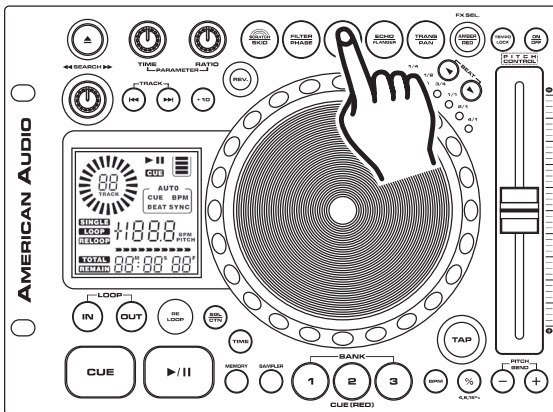

Figura 52
**BOTÓN HOLD:** Emplee el BOTÓN HOLD (6) para proteger los parámetros que eligió. Si este botón no ha sido activado, todos los cambios que practique a sus parámetros serán sólo momentáneos. Para activar la función “hold”, presione el BOTÓN HOLD (6), como se indica en la figura 52. Una vez activada la función, el BOTÓN HOLD se ilumina en color azul.